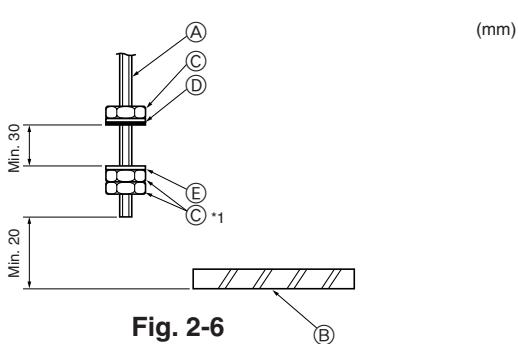

Fig. 2-6
2.4. Méthodes de suspension de l'appareil (Fig. 2-6)